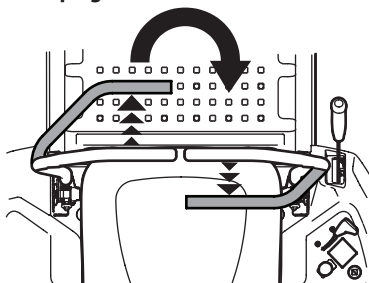

Figure 29
2. Pour tourner dans le sens horaire, déplacez le levier de contrôle gauche de la barre abdominale vers l'avant tout en déplaçant simultanément le levier de contrôle de la barre abdominale droite vers l'arrière. Consultez la Figure 29.